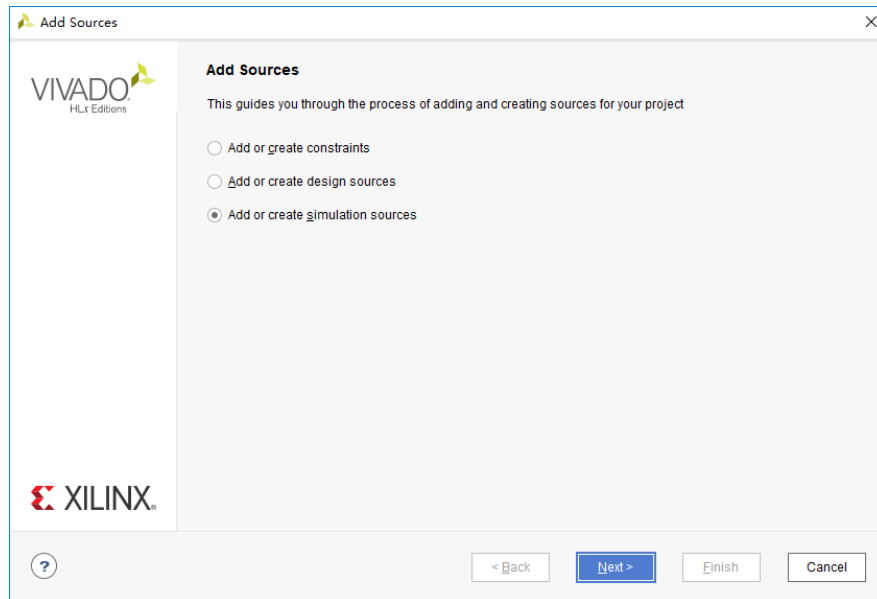

图 1-16 Add Sources 窗口
(2). 在弹出的 Add Sources 窗口中，如图 1-16 所示，选择 Add or create simulation sources 用于添加或创建仿真文件，单击 Next 进入下一步。